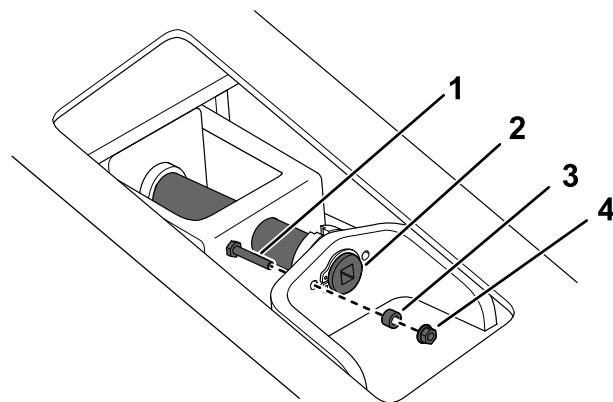
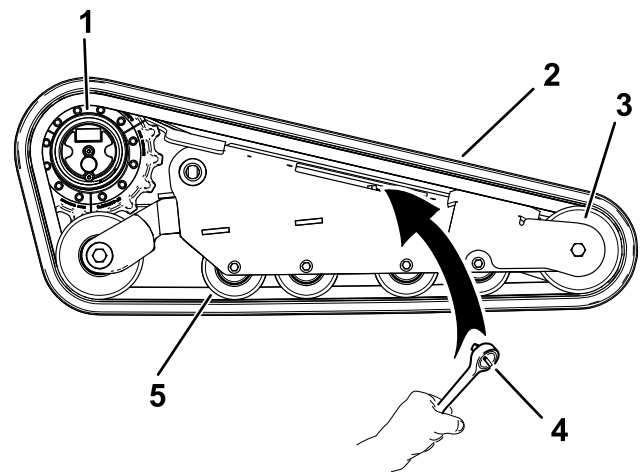

Figura 67
Figura 69
6. Retire el perno de bloqueo, el espaciador y la tuerca (Figura 67).
8. Alinee la muesca más próxima del tornillo tensor con el orificio del perno de bloqueo, y fije el tornillo con el perno de bloqueo y la tuerca (Figura 67).
7. Usando una llave de carraca de 1/2", alivie la tensión en la oruga girando el tornillo tensor en sentido horario (Figura 67 y Figura 69).
1. Pase la oruga nueva alrededor de la rueda delantera (Figura 69).
2. Empuje la oruga por debajo de y entre las ruedas de rodaje y colóquela alrededor de la rueda tensora trasera (Figura 69).